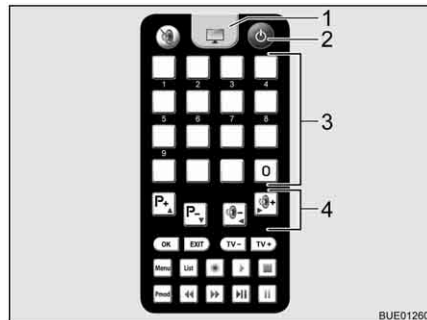

Fig. 24 Télécommande
- Appuyer sur la touche "⌚" (Fig. 24,2) de la télécommande. L'antenne satellite s'oriente à partir de la position rangée et se met en mode de recherche. Un signal acoustique retentit quand l'antenne a trouvé les satellites.
- Régler la station désirée au moyen des touches de mémoire (Fig. 24,3) ou de fonction (Fig. 24,4).